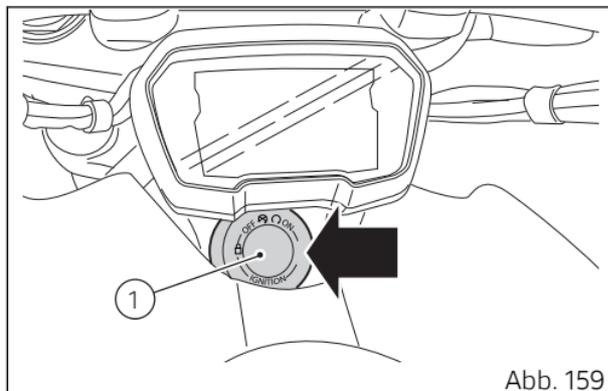
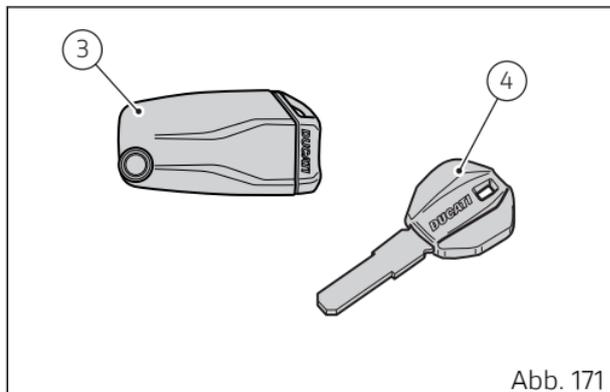

Abb. 159
Abb. 171
Das Key-on erfolgt auf das Drücken der Taste (7) am Hands Free-Block und bei Vorhandensein des passiven Schlüssels (4, Abb. 171).
Das Key-off erfolgt auf das Drücken der Taste (7) am Hands Free-Block (1, Abb. 159) auch ohne vorhandenen Schlüssel (4, Abb. 171).